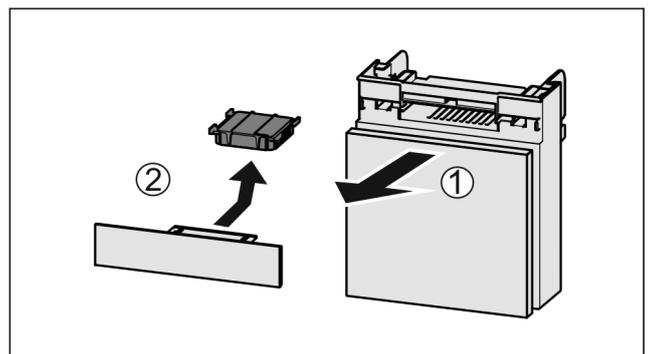

Fig. 133
- ▶ 向前拉出 Fig. 133 (1) 抽屉。
- ▶ 取出 Fig. 133 (2) 活性炭过滤器。